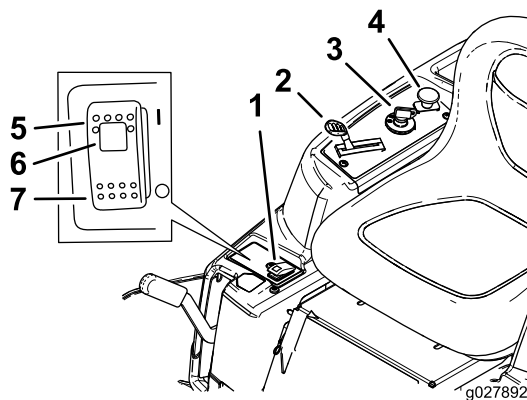

Figura 6
Los controles del acelerador y del estárter están combinados en una sola palanca de control. El acelerador controla la velocidad del motor y tiene un ajuste variable continuo de LENTO a RÁPIDO (Figura 6).
El mando de control de las cuchillas, representado por un símbolo de toma de fuerza (TDF), engrana y desengrana la transmisión de potencia a las cuchillas del cortacésped (Figura 6).
- Al mover el interruptor Smart Park™ a la posición de CONECTADO (Figura 6).